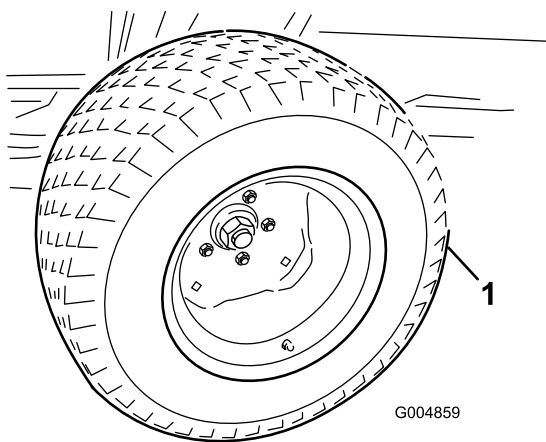

Figura 109
31. Con el bastidor de invierno apoyado contra el bastidor trasero, eleve el gato de suelo lo suficiente para poder retirar los neumáticos de tracción de verano (Figura 109).